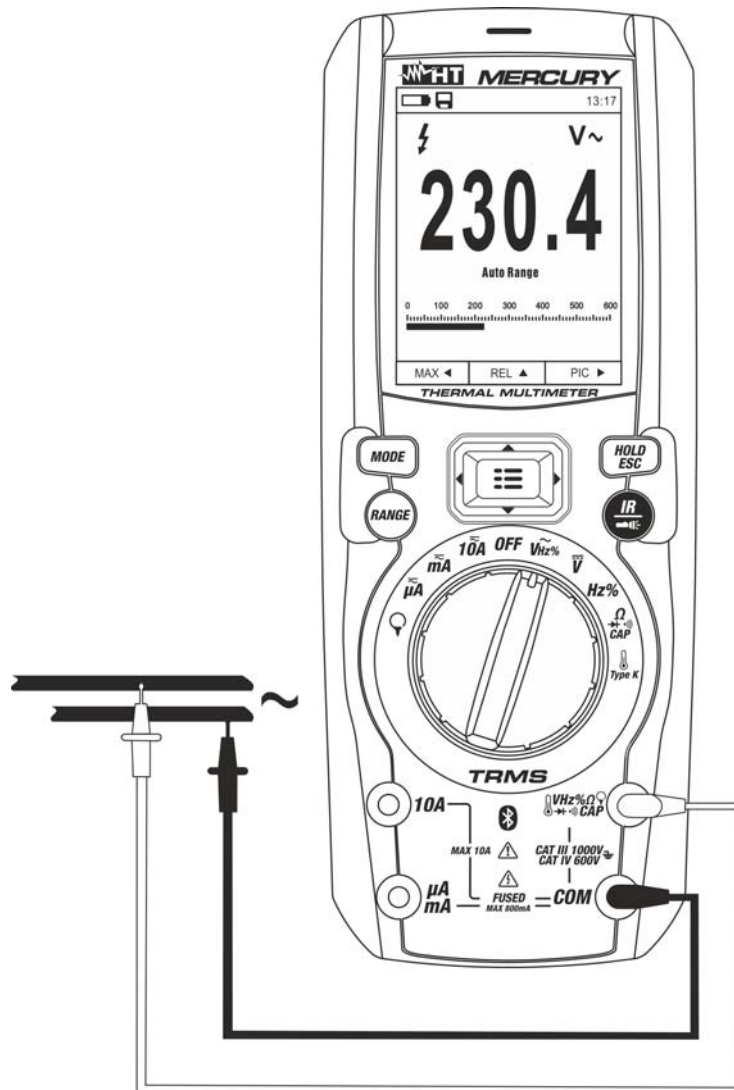

Fig. 22: Utilisation de l'instrument pour la mesure de la Tension AC
3. Positionner l'embout rouge et l'embout noir dans les points du circuit sous test (voir la Fig. 22). La valeur de la tension apparaît à l'écran